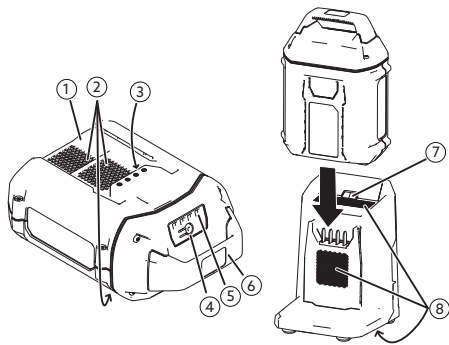

Abbildung 2
2. Fluchten Sie die Einbuchtung im Akkupack (Abbildung 2) mit der Aufnahme am Ladegerät aus.
4. Schieben Sie den Akkupack in das Ladegerät, bis es einrastet. Abbildung 2.